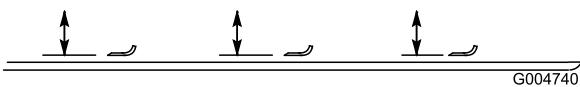

Figura 99
2. Gire la cuchilla hasta que los extremos estén orientados hacia adelante y hacia atrás (Figura 99). Mida desde el interior de la unidad de corte al filo de corte en la parte delantera de la cuchilla. Anote esta dimensión.